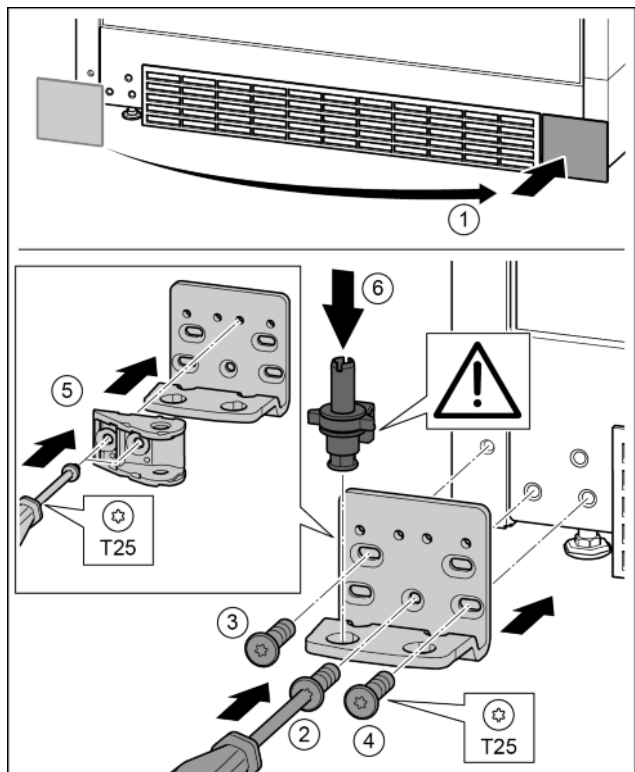

Fig. 30
- ▶ Afdekking eraf halen en op de andere kant aanbrengen. *Fig. 30 (1)*
- ▶ Lagerbus op de andere kant aanbrengen en eventueel met behulp van een schroevendraaier vastschroeven. Met schroef 2 onder in het midden beginnen. *Fig. 30 (2)*
- ▶ Schroef 3 en 4 vastschroeven. *Fig. 30 (3, 4)*
- ▶ Deurophanging 180° draaien. Aan de andere kant van de lagerbus met schroevendraaier T25 vastschroeven. *Fig. 30 (5)*
- ▶ Lagerbus volledig aanbrengen. Let op dat de vergrendelnok naar achter wijst. *Fig. 30 (6)*